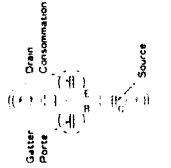

Abb. 7 Fig. 7
- (2) Da für h_{FE} in (F)-Klassen klassifiziert ist und für Q701 und Q702 eine Klasse von (F1) – (F3) vorgeschrieben ist, unbedingt beim Austausch auf die richtige Klasse für den entsprechenden Kanal achten.
- (3) Da der Stecker für den Transistor auch für den Leistungs-MOS-FET verwendet wird, wird die Polarität durch B, C und E angegeben. Diese gemäß Angaben in Abb. 7 anpassen, wenn der Leistungs-MOS-FET erneuert bzw. geprüft wird.